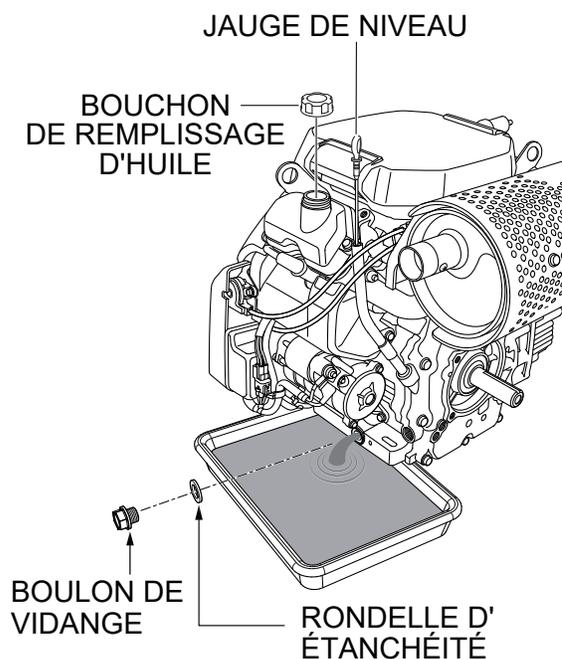

Figure 33. Vidange de l'huile moteur
1. Vider l'huile du moteur lorsqu'elle est chaude, comme indiqué dans la Figure 33.